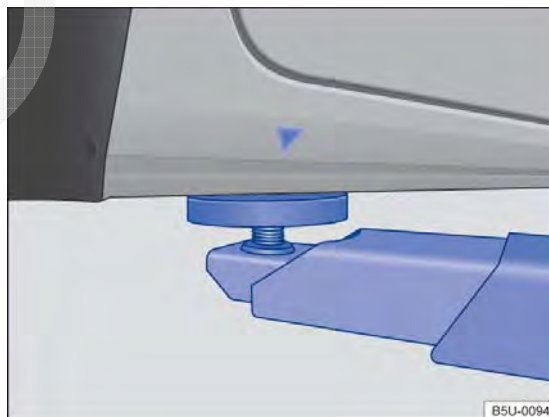
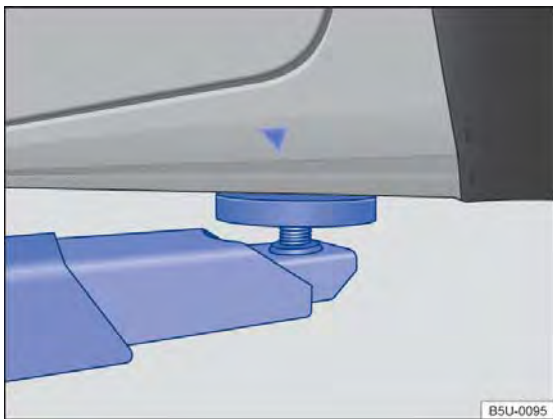

Fig. 145 Pontos de apoio dianteiros para a suspensão com plataforma elevatória ou com macaco.
Fig. 146 Pontos de apoio traseiros para a suspensão com plataforma elevatória ou com macaco.
O veículo deve ser suspenso somente pelos pontos indicados nas figuras → Fig. 145 e → Fig. 146. Se o veículo não for suspenso pelos pontos indicados, podem ocorrer danos no veículo → ⓘ e ferimentos graves → ⚠️.
- Suspender o veículo somente pelos pontos indicados nas figuras → Fig. 145 e → Fig. 146. Se o veículo não for suspenso pe-